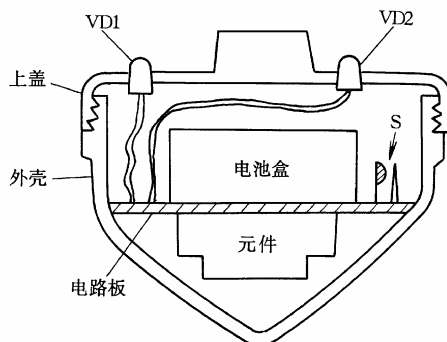

图 2-16
(16)将电路板(含电池盒和电池)放入陀螺外壳的下部,元件在下面,电池盒在上面,并将其塞紧,然后旋上上盖,闪光陀螺便做好了(见图 2-16)。当你旋转这个陀螺时,离心开关 S 在离心力的作用下闭合,接通电源,电路起振,发光二极管 VD1、VD2 交替闪光。由于陀螺自身在飞速旋转,所以 VD1、VD2 分别形成光环,其综合视觉效果是红、绿两个光环交替闪亮。